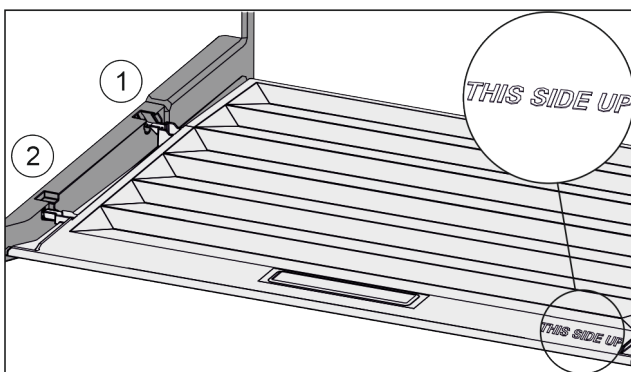

Fig. 127
- ▶ Introduzca los nervios de la tapa por la abertura del soporte trasero Fig. 127 (1) y encájelos por delante en el soporte Fig. 127 (2).